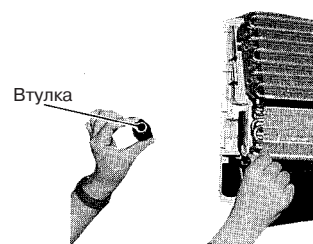

Рис. 10
3. Вытащите втулку с левой стороны оси роторной крыльчатки (рис. 10).